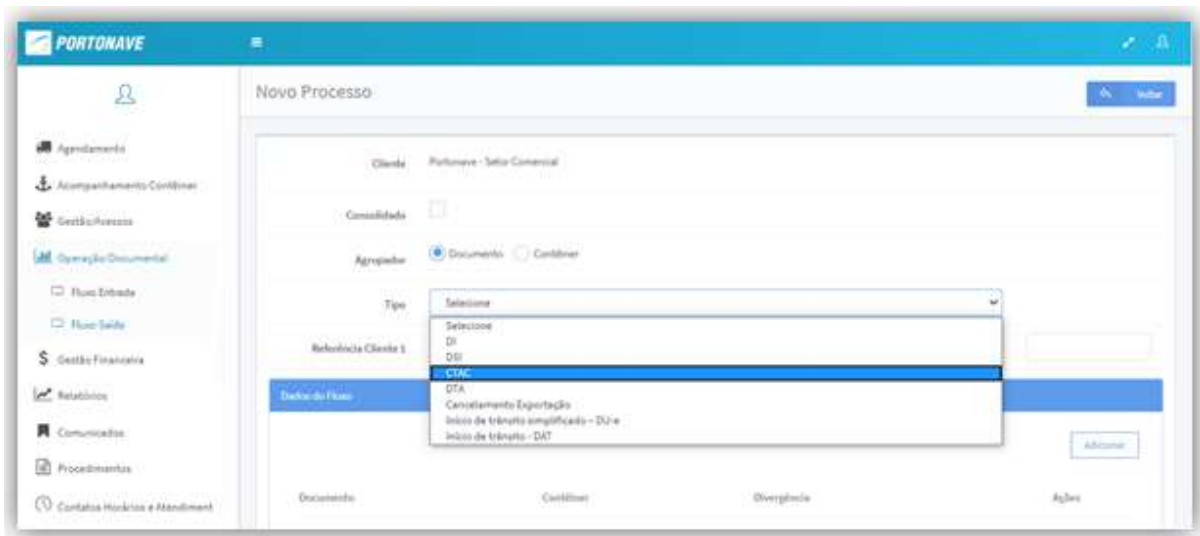

Figura 04 – Tela Informações do Processo.
4. O campo **Referência Cliente 1 e 2** é opcional. É utilizado para vincular o número de referência/código do cliente ao fluxo do Terminal (**Figura 04**);